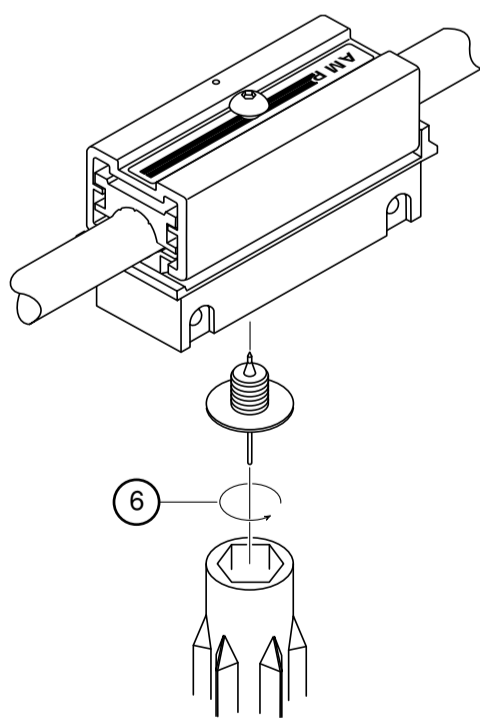

図6 芯線接点取り付け
⑥ タップ取付工具のソケットレンチを使用し、芯線接点を取り付けます(図6)。ソケットレンチが回らなくなるまで締めてください(締めすぎないでください)。接点はケーブルの内部絶縁層を突き破り、中心導体に接続されます。